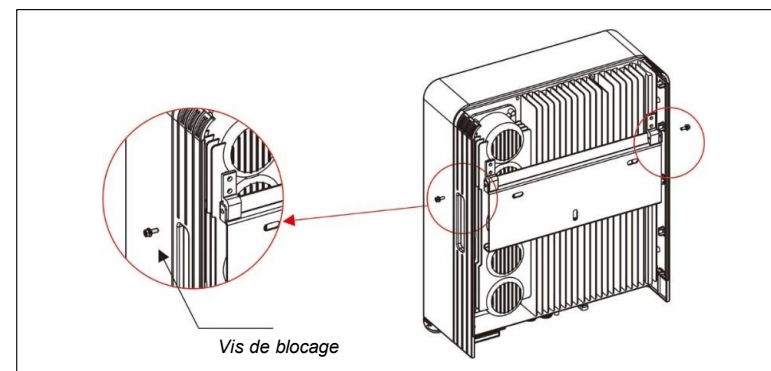

Figure 4.5 Support de montage mural
4. soulevez l'onduleur (en veillant à éviter toute tension corporelle) et alignez le support arrière de l'onduleur avec la partie convexe du support de montage. Accrochez l'onduleur au support de montage et assurez-vous qu'il est bien fixé (voir figure 4.5).